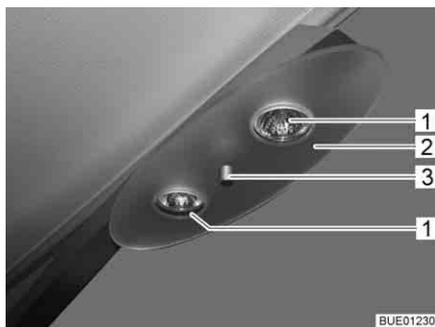

Bild 188 Halogendeckenleuchte
- Haltermutter (Bild 188,3) abschrauben und Deckplatte (Bild 188,2) abnehmen.
- Halogenglühlampe (Bild 188,1) entfernen.